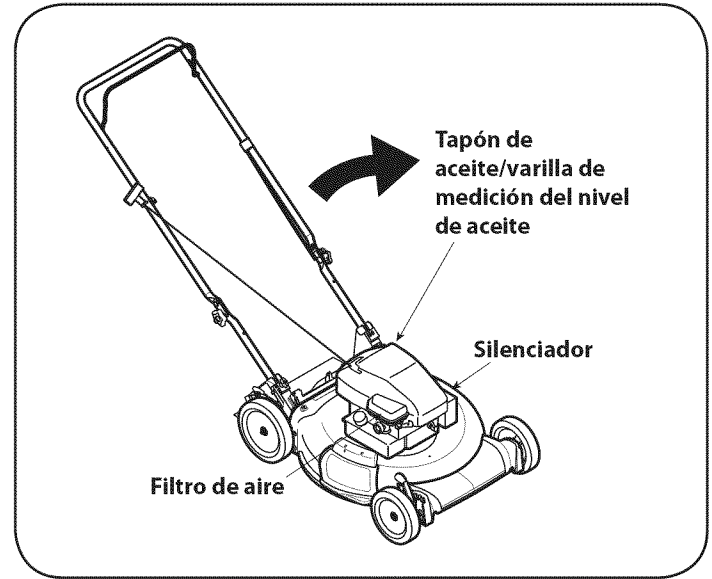

Figura 14
3. Quite la tapa/varilla medidora del nivel de aceite y drene el aceite al recipiente inclinando el motor hacia el tubo de llenado del aceite. Vea la Figura 14.
2. Inclíne la cortadora de césped de modo que quede apoyada sobre el alojamiento, mantenga el silenciador de costado hacia abajo. Refiérase a la figura 14. Sostenga firmemente la cortadora.